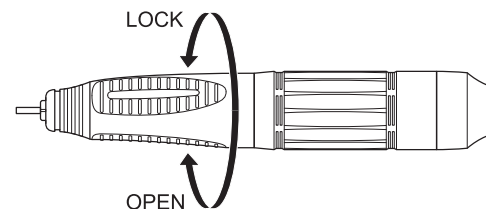

Fig. 7
- 1) Gire el anillo de bloqueo de la fresa en dirección OPEN, como muestra la Fig. 7, hasta que haga click de apertura del mandril.
- 2) Gire el anillo de bloqueo de la fresa en dirección LOCK, como muestra la Fig. 7, hasta que haga click de cierre del mandril.